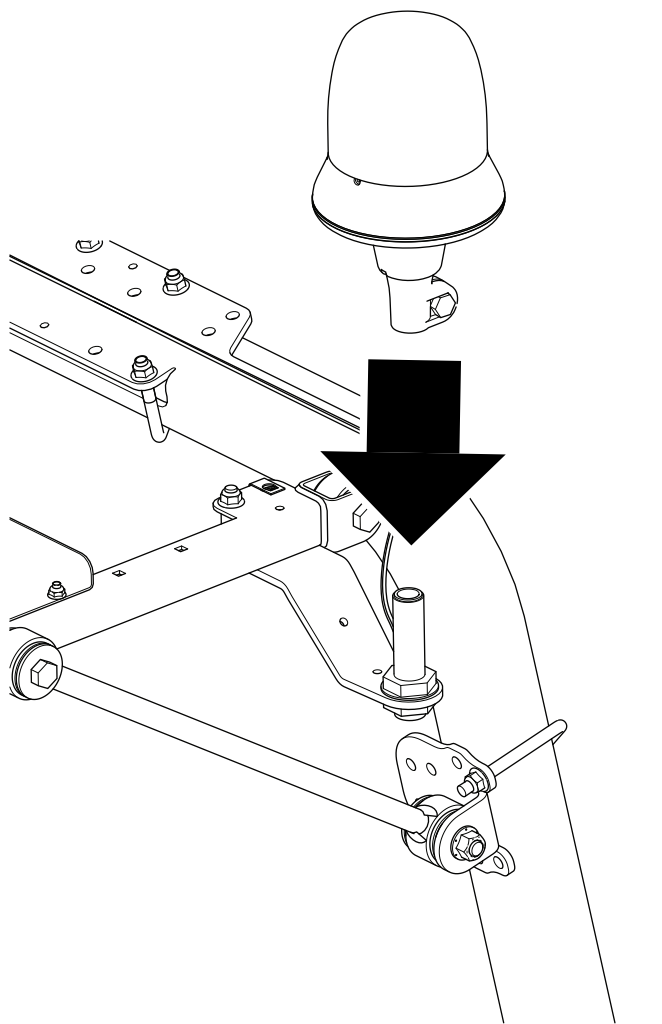

Figur 8
5. Monter signalgiverfatningen til braketten, som vist i Figur 8.